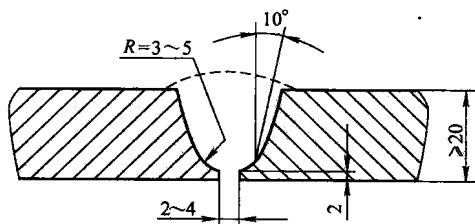

图 1-7 U 形坡口
3) U 形坡口一般用于厚板的焊接, 焊接变形小, 一般用于重要的焊接结构, 如图 1-7 所示。